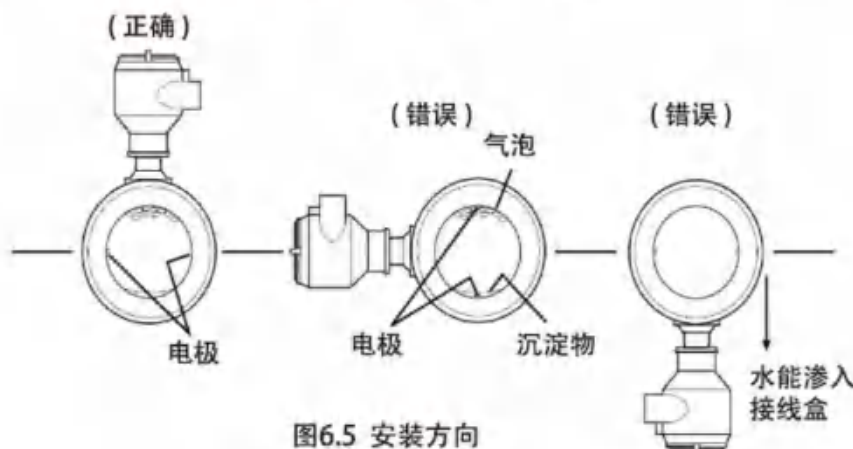

图6.5 安装方向
- (1) 传感器可在垂直管道、水平管道或倾斜管道上安装, 但要求二电极的中心连线处于水平状态。
- (2) 电磁流量计工作时, 始终要求测量管内充满被测介质。水平安装时, 为了确保这一点, 必要时传感器安装位置的标高可以略低于管道的标高, 如图6-5, 或使传感器的下游具有足够的背压, 如图6-6。推荐的安装位置如图6-7中c、d所示。